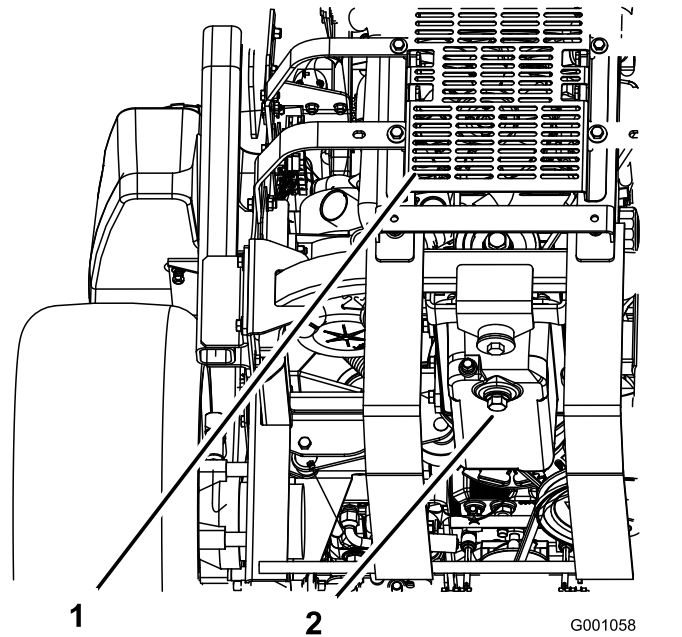

Figure 66
5. Placez un bac de vidange sous l'orifice de vidange. Retirez le bouchon de vidange et laissez s'écouler toute l'huile (Figure 66).